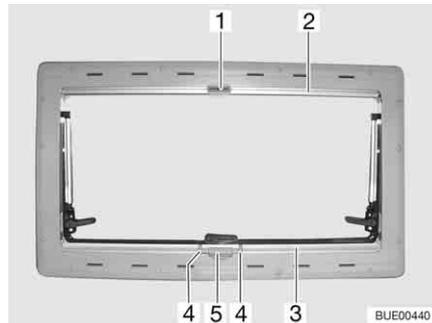

Fig. 68 Ventana abatible
- Apretar el tirador (Fig. 68,4) y tirar de la persiana oscurecedora (Fig. 68,3) de abajo hacia arriba hasta la altura deseada.
- Comprimir el asidero (Fig. 68,4). Se suelta el bloqueo.
- Llevar la persiana oscurecedora enrollable (Fig. 68,3) lentamente a su posición inicial.
- Tirar la mosquitera enrollable (Fig. 68,2) hacia abajo, hasta que choque con la persiana oscurecedora enrollable (Fig. 68,3) y el pestillo de cierre (Fig. 68,1) engatille en el bloqueo (Fig. 68,5).
- Aflojar el pestillo de cierre (Fig. 68,1).